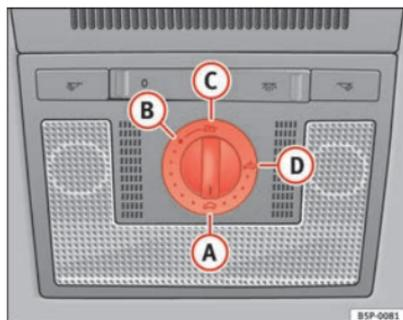

Fig. 69 Pormenor do revestimento interior do tejadilho: comando giratório do tecto de abrir / deflector
- Rodar o comando para a posição **A** ⇒ fig. 69 ⇒ .